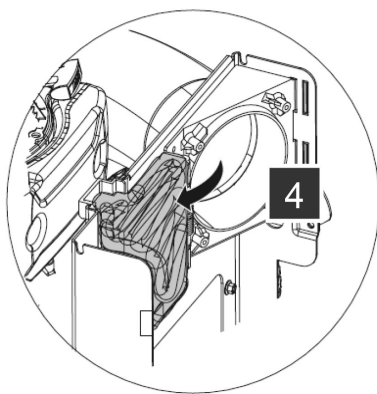

Рис. 11
- Отведите заглушку на панели травосборника в сторону (Рис. 11. Поз 4).